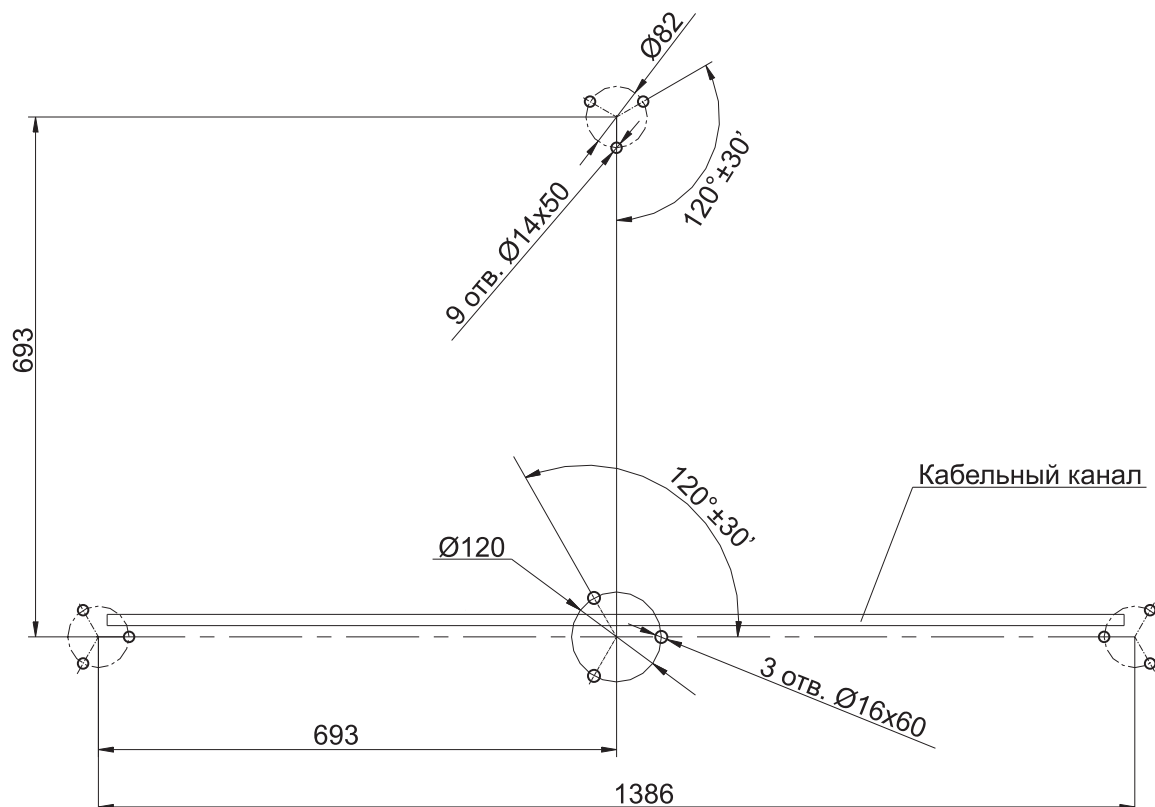

Рис. 3. Разметка для установки стоек формирователя прохода
- Разметку установочных отверстий следует производить в соответствии с рис. 3.